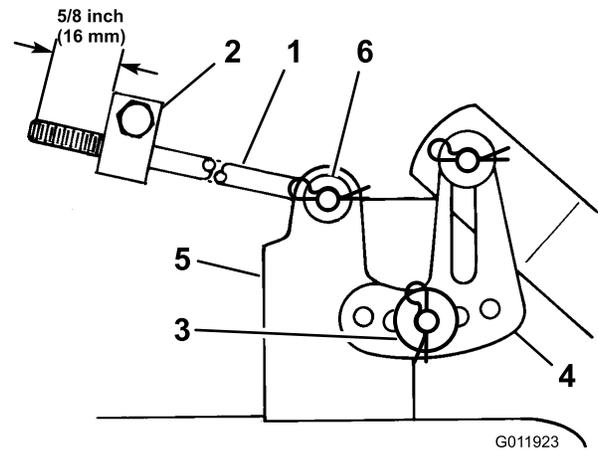

Bild 14
7. Messen Sie die Länge der Stange, die vorne aus dem Einstellblock an den Seiten des Rahmens heraussteht (Bild 14).
Hinweis: Wenn die Länge der Stange nicht 16 mm beträgt, entfernen Sie den Splint und die Scheibe vom Ende der Stange (Bild 14) und drehen die Stange, bis die Länge von 16 mm erreicht ist.